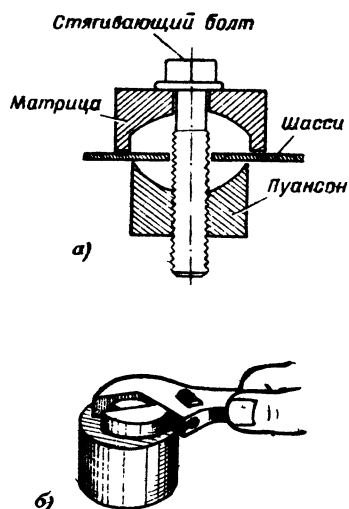

Рис. 151. Винтовой штамп для прорезания круглых отверстий
*Винтовой штамп для прорезания круглых отверстий.* Ударными штампами можно пользоваться при изготовлении новых конструкций, а если при ремонте нужно изменить конструкцию и приходится прорезать отверстие в готовом шасси, на котором уже смонтированы все основные детали, удар нежелателен. В этом случае используется винтовой штамп (рис. 151). Пуансон размещается с одной стороны шасси, а матрица — с другой (см. рисунок).
При прорезании отверстия винтовым штампом для вращения стягивающего болта используется гаечный ключ (рис. 151, б).